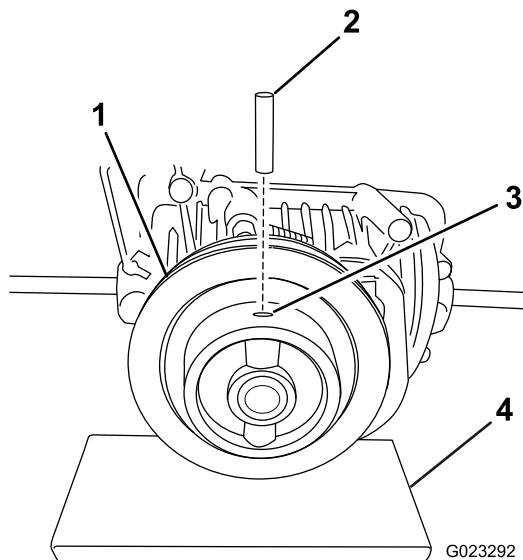

Рисунок 1
- Ведите стопорящий герметик Loctite® 454 для резьбы (или эквивалентный) в один из концов отверстия шкива (Рисунок 1).
**Примечание:** Удерживайте шкив, когда будете вставлять штифт, чтобы не допустить приложения излишних усилий на входной вал (Рисунок 1).